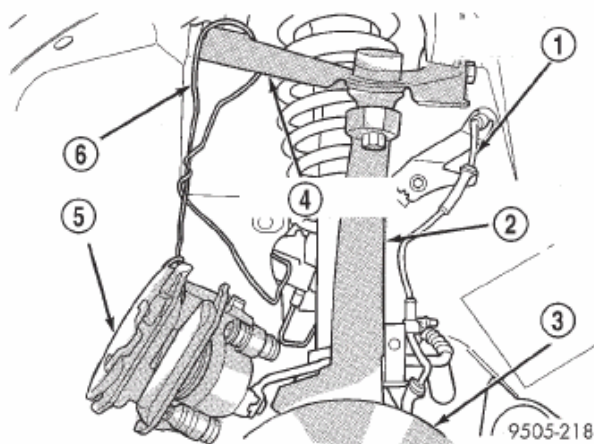

Fig. 6 Calibrador de frenos correctamente apoyado
(7) Soporte el conjunto calibrador y adaptador de frenos mediante un gancho de alambre (Fig. 6). **No soporte el conjunto mediante la manguera flexible de frenos.**